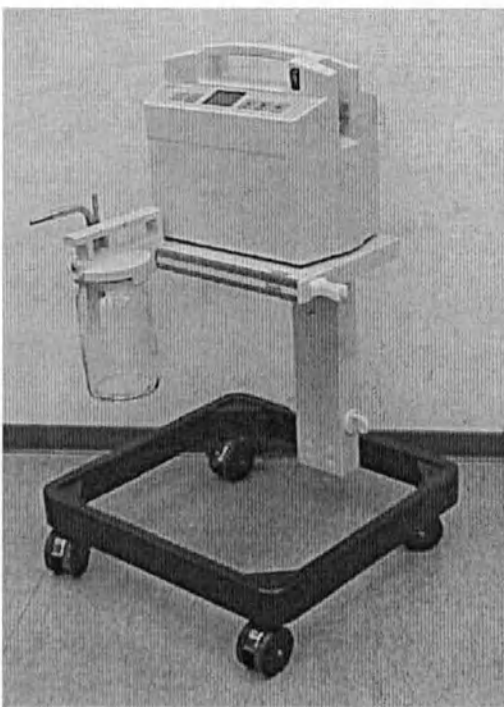

Рис.6. Навешивание ёмкостей 3 л и 5 л на тележку
- Если Вы используете ёмкости 3 л и 5 л, то навешивайте их в соответствии с рис. 6 на тележку.